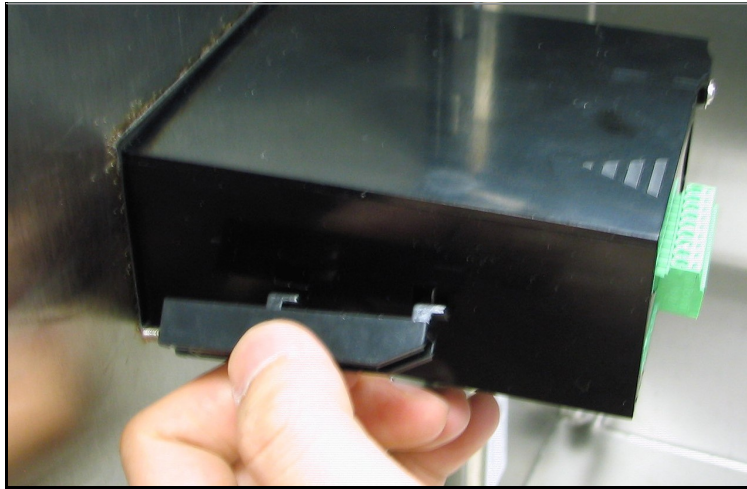

Abbildung 12: Einbau der Halterungen
4. Setzen Sie hinter der Tafel die Halterungen in die vorgesehenen seitlichen Löcher ein (siehe Abbildung 12).